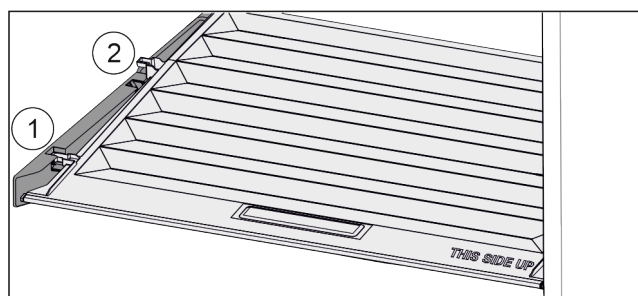

Fig. 81
- ▶ Tirer le couvercle vers l'avant jusqu'à l'orifice des pièces de retenue Fig. 81 (1).
- ▶ Le soulever par le bas à l'arrière et le sortir par le haut Fig. 81 (2).